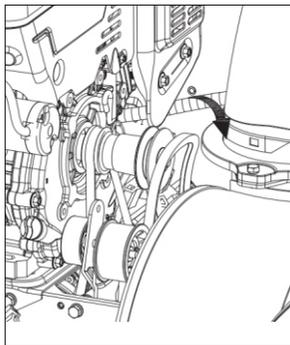

Рис. 31
- Снимите ремень со шкива двигателя (рис. 31).